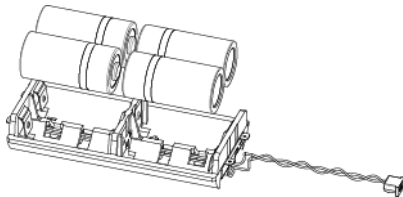

Figura 11
3. Inserire le nuove batterie prestando attenzione alla polarità (*vedere Figura 11*).